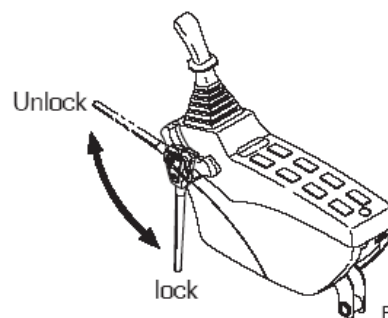

Рис. 22
3. Установить рычаг блокировки в заблокированное положение (LOCK), (рис. 22).